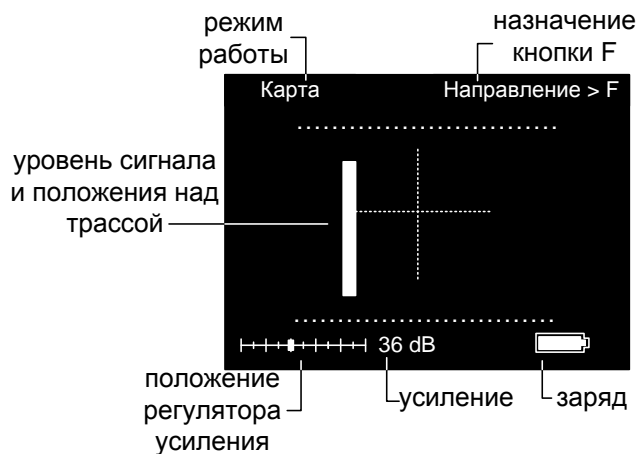

Рис.4. Карта кабеля без направления
- прибор автоматически проводит необходимые настройки и на экране появится карта кабеля без направления (рис.4);